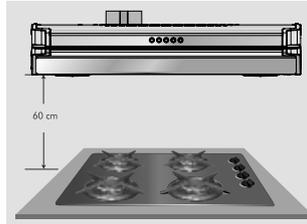

Imagen 2.
- Se debe dejar una distancia de 60 cm entre la mesa de cocción y la base inferior de la campana, (ver imagen 2).